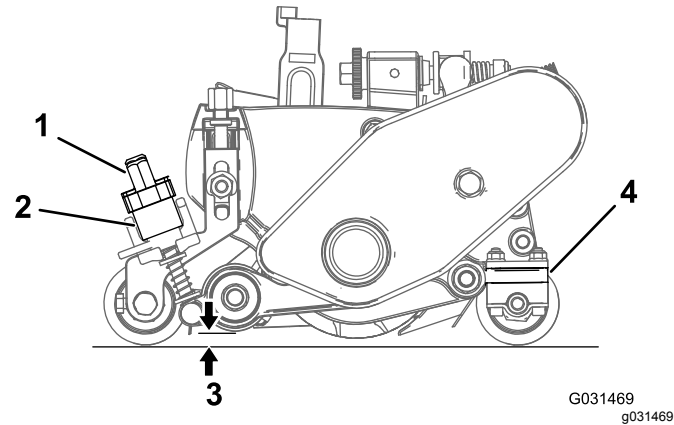

图26
- A. 旋转快速升起联杆图26至操作位置手柄朝向滚刀组的前面。
2. 快速升起联杆图26中所示位置
- B. 在疏草刀滚刀的端部测量从疏草刀刀片的最低刀尖到工作表面的距离 图26。旋转高度调节旋钮 图26可提升或降低疏草刀刀尖至想要的高度。